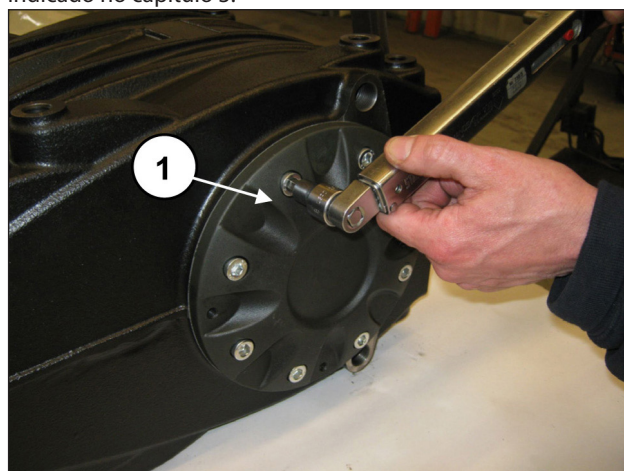

Fig. 60
Aperte os oito parafusos M10x30 (pos. ①, Fig. 60). calibre os parafusos com chave dinamométrica, conforme indicado no capítulo 3.